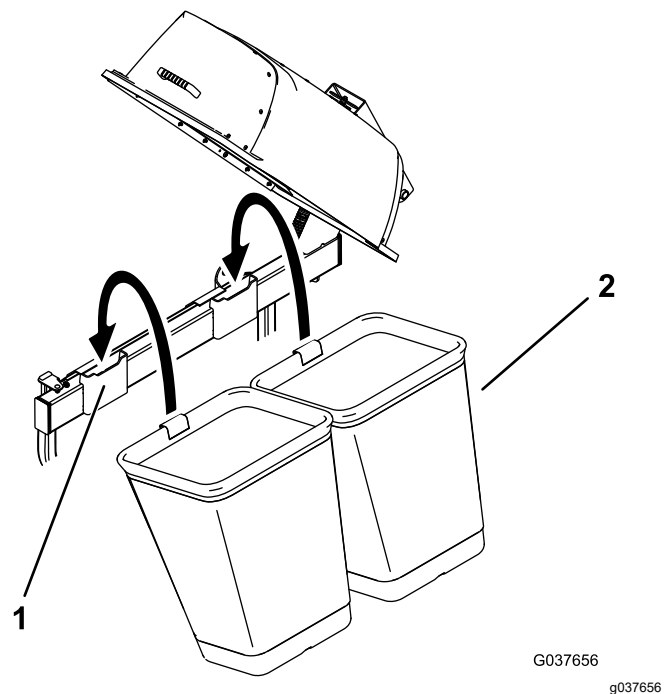

Figura 18
2. Instale os sacos nos suportes dos sacos (Figura 18).